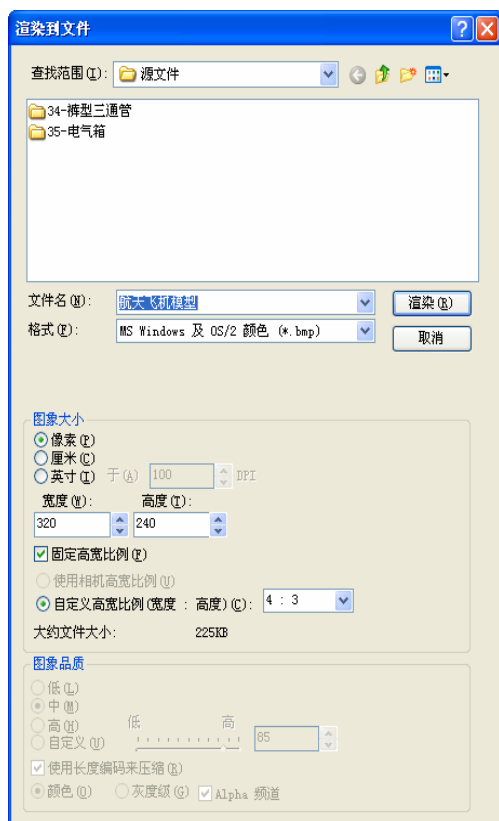

图 8-108 “渲染到文件”对话框
⑦ 渲染到文件。单击“PhotoWorks”工具栏中的“渲染到文件”按钮 **渲染到文件(F)**，此时系统弹出如图 8-108 所示的“渲染到文件”对话框。在“格式”一栏的下拉菜单中，